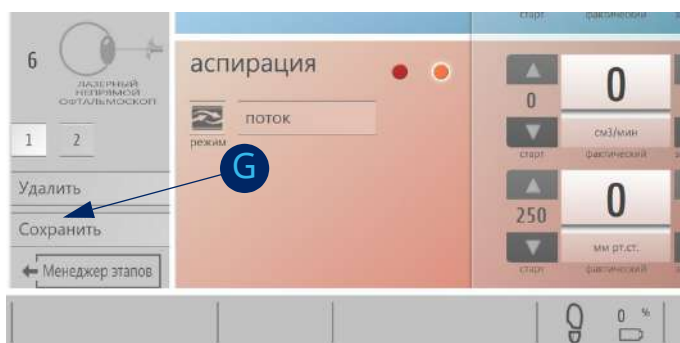

Fig. 200: Настройки этапа: Сохранить
6. Нажмите **ОК** [D], чтобы выйти из настроек педальных переключателей; вновь появится экран, представленный на рис. 200.